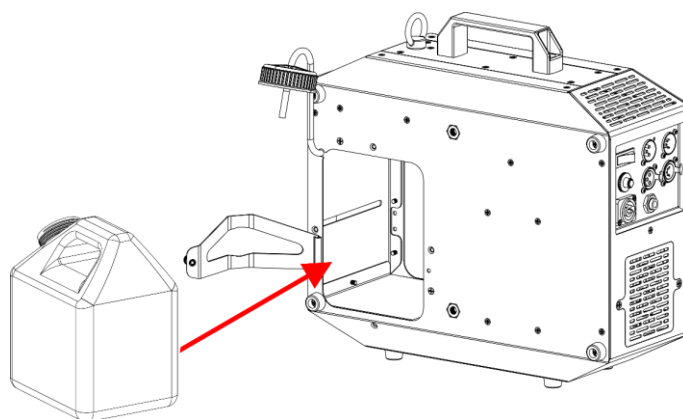

Abb. 21
- 16) Setzen Sie den **Flüssigkeitstank (02)** wieder in das Gerät ein, wie in Abb. 21 gezeigt.